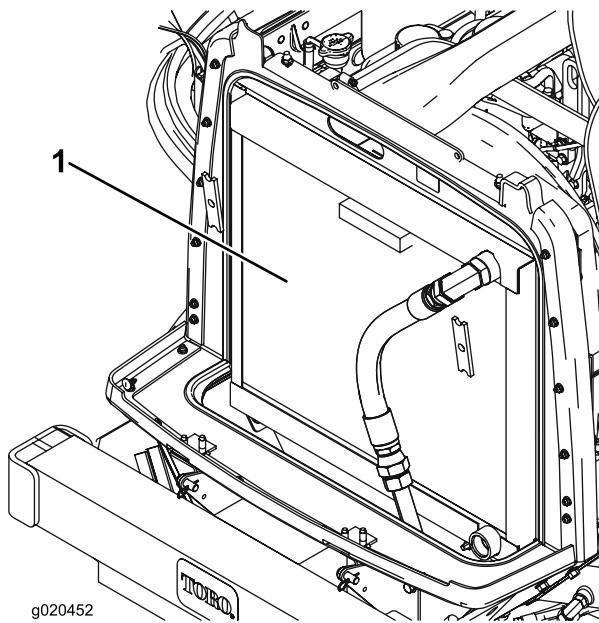

図 62
- オイルクーラとラジエターの両方の裏表図62を圧縮空気で丁寧に清掃する。ファン側から清掃を始め、車体後方に向けてごみを吹き飛ばす。その後、今度は後ろ側から前側に向かって吹きつけて清掃する。この作業を数回繰り返してごみやほこりを十分に落とす。